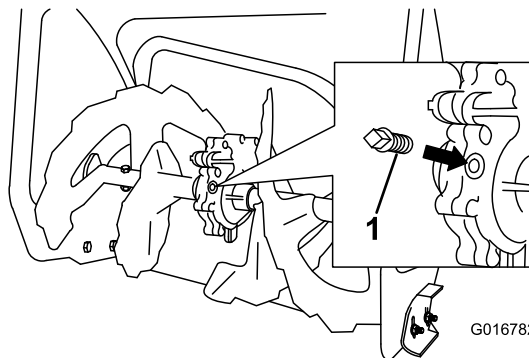

Figura 30
2. Limpie la zona alrededor del tapón (Figura 30).